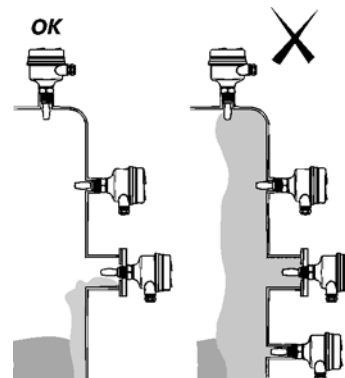

Рис.6. Пример правильной и неправильной установки при наличии налипания на стенке резервуара.
- Обеспечьте достаточное расстояние между наслоениями на стенке резервуара и вилкой (см.рис.6).